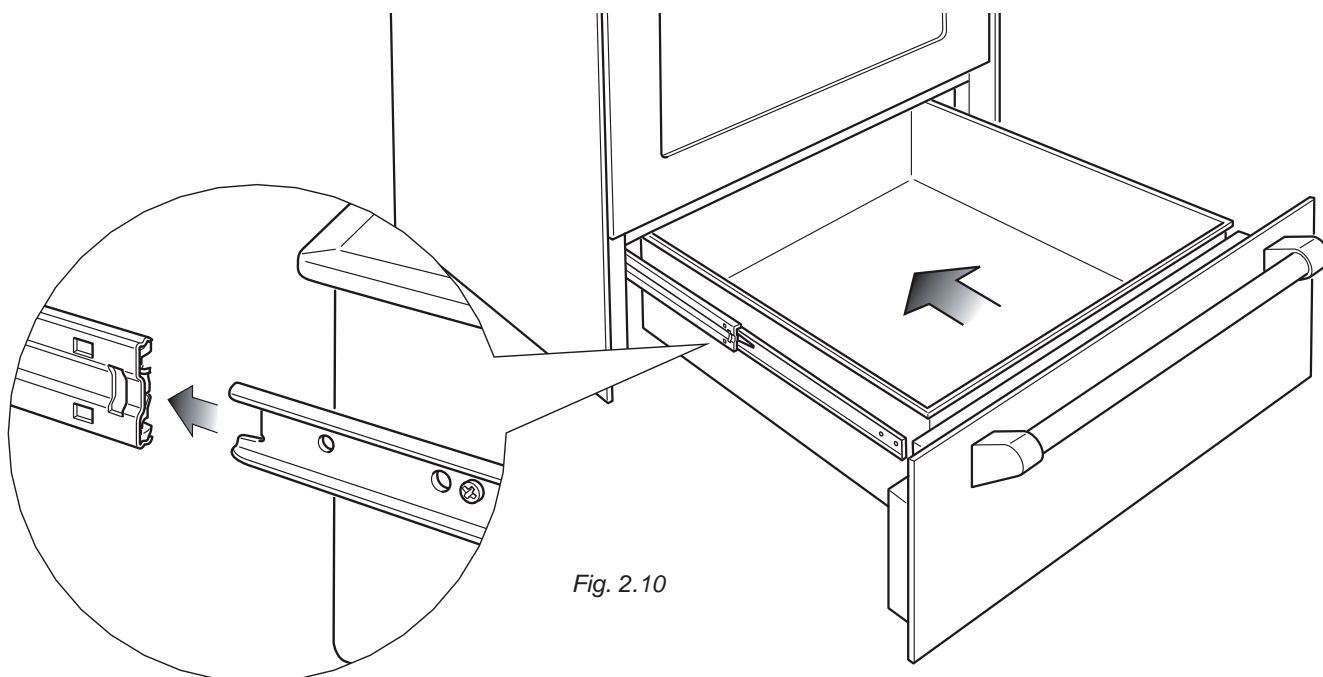

Fig. 2.10
### Installation du tiroir de maintien au chaud (fig. 2.10):
1. Insérez les glissières du tiroir dans les glissières de la cuisinière (fig. 2.10).